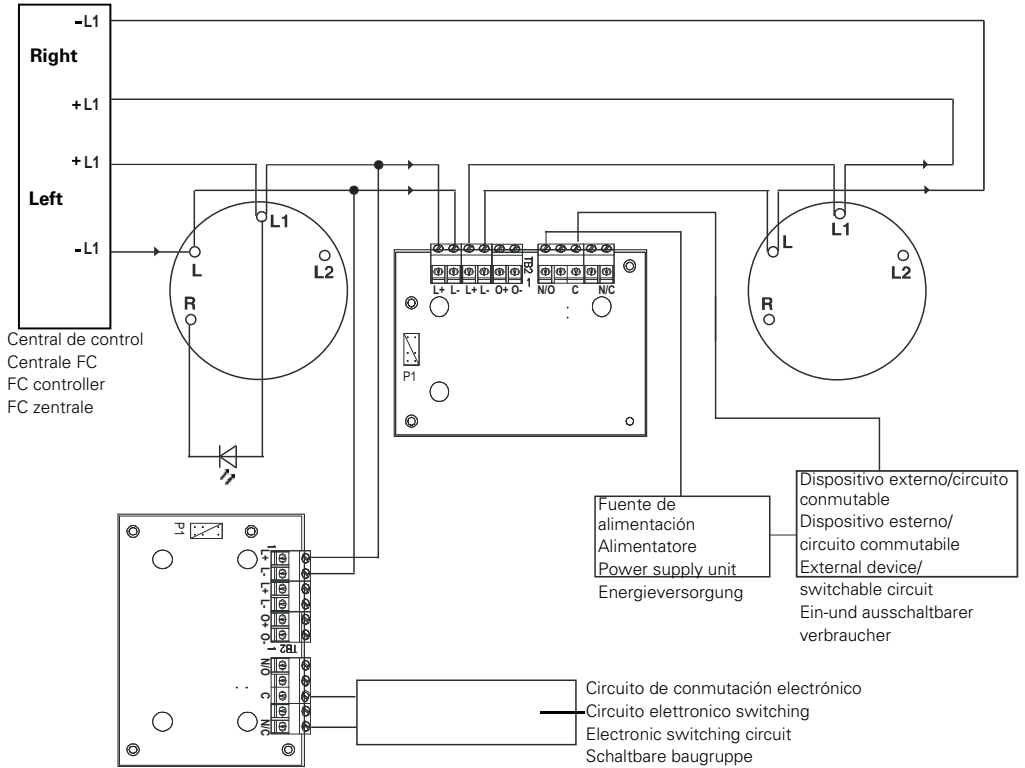

Fig. 4: Esquema de conexiones simplificado del FC410RIM/ FC410RIM Schema di collegamento/ FC410RIM Simplified Wiring Diagram/ Typische Verdrahtung des FC410RIM
- 3 Puede consultar los esquemas de conexiones simplificados del FC410RIM en la Fig. 4.